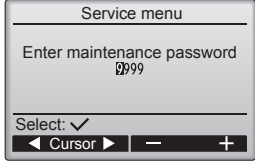

Fig. 6-3
- ① Ana menüden "Service" (Servis) ögesini seçin ve ☒ düğmesine basın.
- ② Servis menüsü seçildiğinde, bir pencere açılarak parola isteyecektir. (Fig. 6-3)